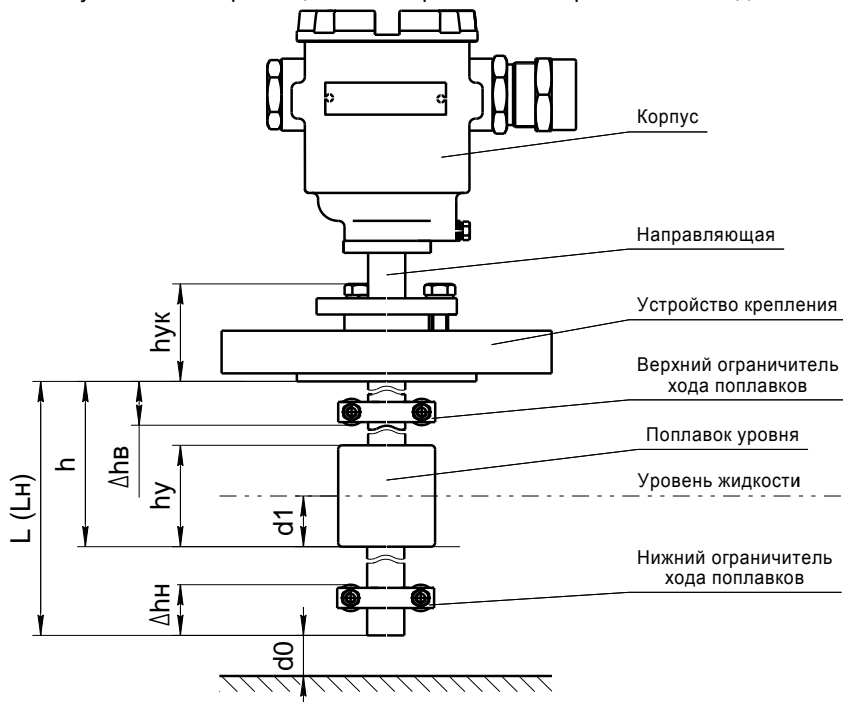

Рисунок 4
2.1.14 Нижний предел измерений уровня H_n (рисунок 4) определяется по формуле, мм:
Величина верхней неизмеряемой зоны Δh_b определяет положение верхнего ограничителя хода поплавка (рисунок 4) относительно устройства крепления, при выпуске из производства устанавливается минимальной, равной: